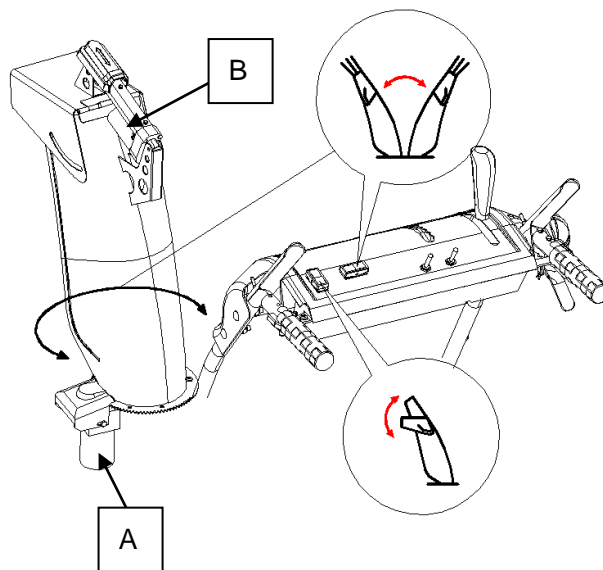

Figura 9
1. Pressione o interruptor de rotação da conduta para a posição UP e segure-o para rodar a conduta para a esquerda (Ver A, Figura 9)
1. Pressione o interruptor defletor da conduta para a posição UP e mantenha-o pressionado para proporcionar um fluxo mais alto e maior distância (Ver B, Figura 9)